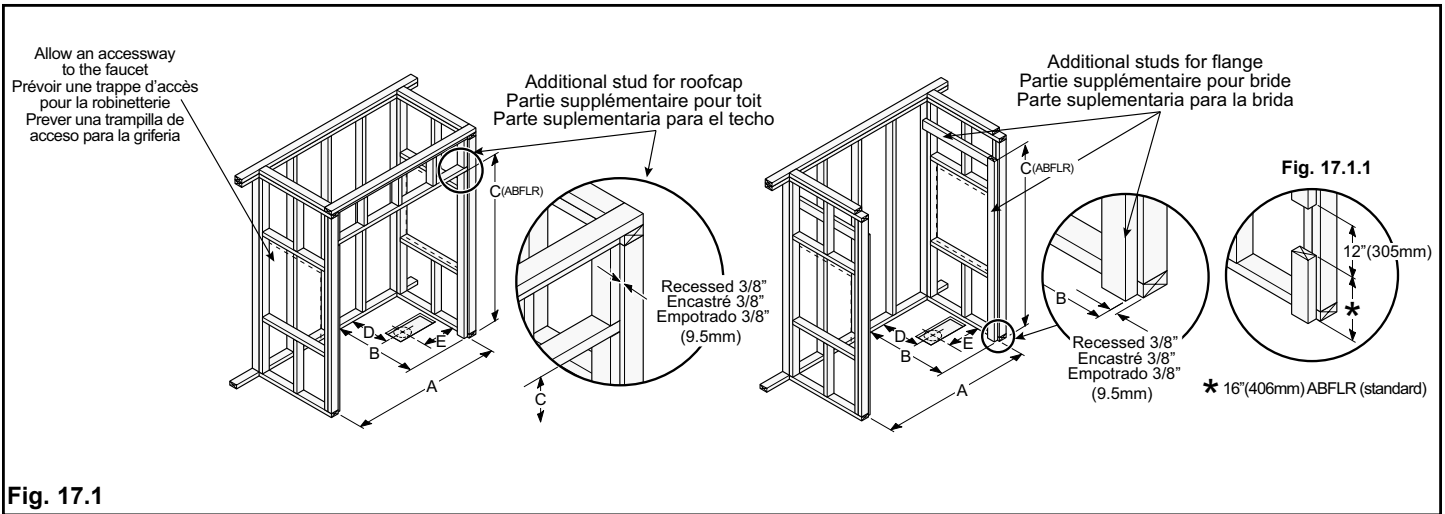

Fig. 17.1
**IMPORTANT:** For all Allia models the alcove must have 2 frontal 2" x 4" studs installed to fasten the tile flange. They have to be recessed by 3/8" (Fig. 17.1).
**IMPORTANT:** Pour tous les modèles Allia l'alcôve doit avoir 2 montants 2" x 4" installés en façade afin de fixer la bride de carrelage. Ils sont décalés de 3/8" (Fig. 17.1).
**IMPORTANTE:** Para todos los modelos Allia el nicho debe tener 2 montantes 2" x 4" frontales instalados para atornillar la bride de sujeción. Estos montantes tienen que venir empotrados 3/8" (Fig. 17.1).